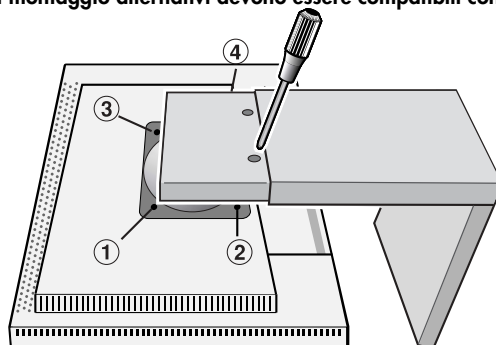

Figura S.2
4. Togliere le 4 viti che fissano il monitor al supporto e sollevare il gruppo supporto (**Figura S.2**), il monitor ora è pronto per un diverso montaggio.